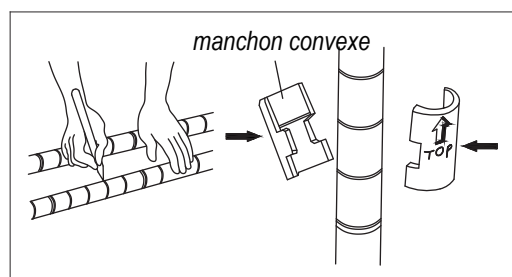

Figure 2
- Insérez quatre manchons coniques en plastique dans la fente appropriée du montant (une fente par montant). Assurez-vous que l'extrémité conique se trouve en haut. Voir la flèche sur le mécanisme de blocage. (Voir la Figure 2)